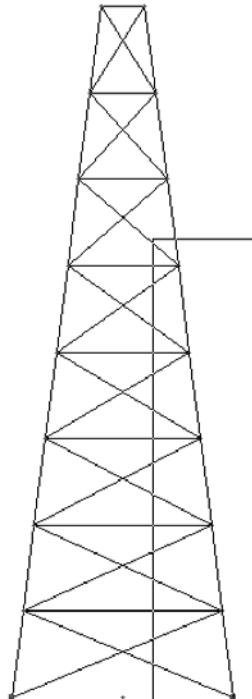

Рис.5.19. Выделение элементов растягиванием "резинового окна".
- Выделите пять нижних элементов правой грани башни растягиванием резинового окна, как показано на рис.5.19.
- Выделите три верхних элемента правой грани башни аналогично рис.5.19 растягиванием резинового окна.